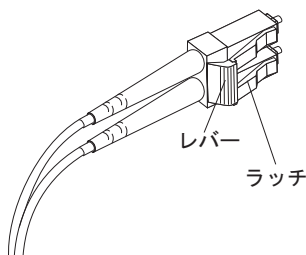

図 30. LC-LC ファイバー・チャンネル・ケーブルのレバーおよびラッチ
1. 図 30 に示されているように、SFP モジュールまたはホスト・バス・アダプターに接続した LC-LC ケーブルの端のレバーを押し下げたまま、ラッチを解放します。